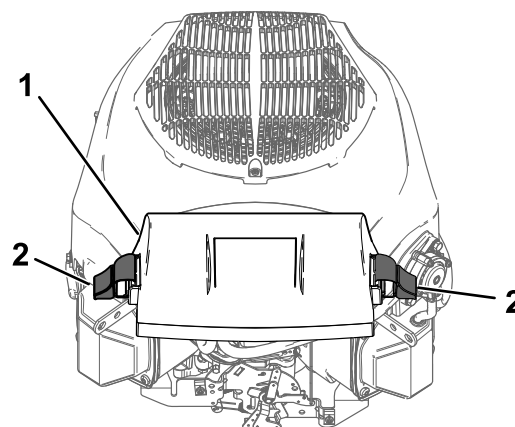

Figura 35
3. Instale la tapa y sujétela con los cierres (Figura 35).